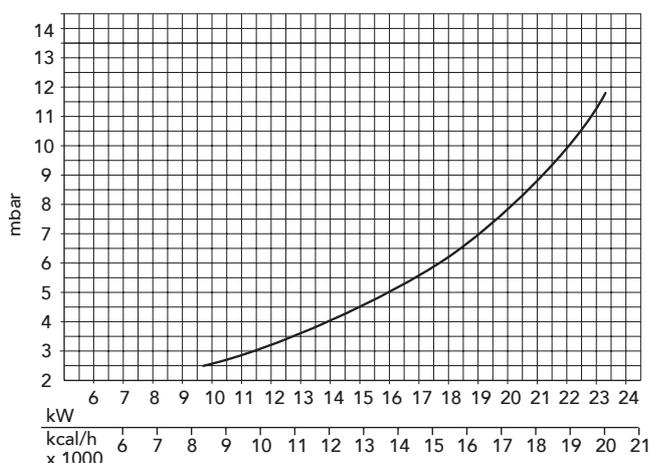

Fig. 3
**N.B.** - Le pressioni gas al bruciatore e le portate gas nella **fase di riscaldamento impianto** indicate in tabella si riferiscono alla **potenza nominale della caldaia**: volendo ridurre tale potenza è necessario diminuire la pressione del gas fino alla potenza minima (vedere i diagrammi di fig. 3 e 4).